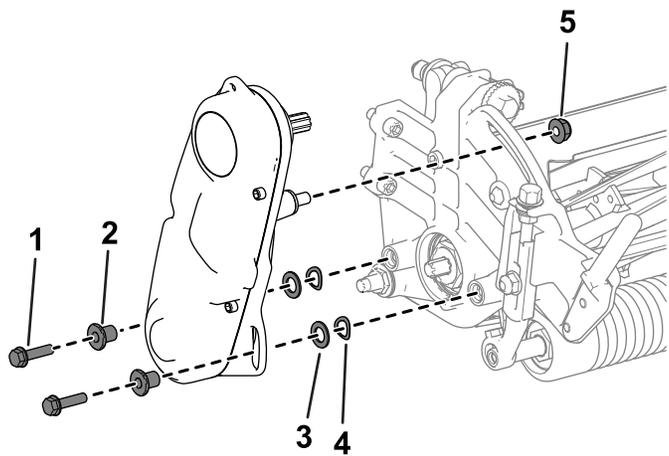

Figura 45
2. Retire los herrajes que fijan el conjunto de la transmisión del molinete a la placa lateral (Figura 45).
- Retire el conjunto de la transmisión del molinete, las arandelas planas, las arandelas de muelle y los espaciadores de la placa lateral (Figura 45).